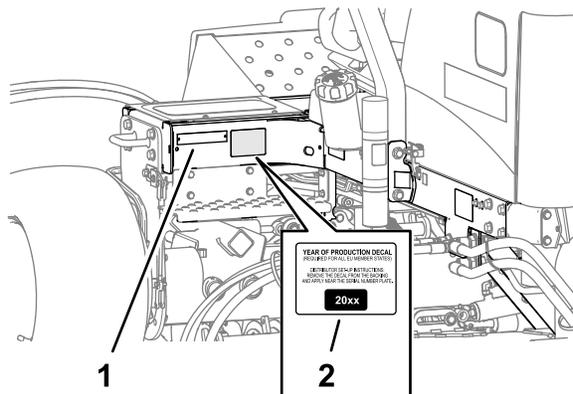

Рисунок 21
1. Начисто протрите левую раму рядом с табличкой с номером модели и серийным номером спиртом и дайте раме высохнуть (Рисунок 21).
2. Снимите подложку и приклейте наклейку, указывающую год выпуска, на раму рядом с табличкой с серийным номером, как показано на Рисунок 21.